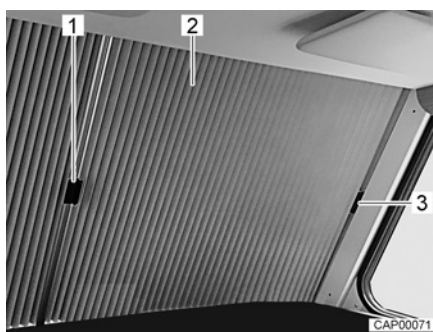

Fig. 2 Dispositif occultant plissé pour pare-brise (fermé)
- Pousser les deux moitiés du dispositif occultant plissé (Fig. 2,2) par leur poignée respective (Fig. 2,1) vers l'extérieur sous le cache sur le montant A.
- Fixer la poignée sur le cache (Fig. 2,3). Le dispositif occultant du pare-brise est ainsi empêché de se fermer par inadvertance pendant le voyage.